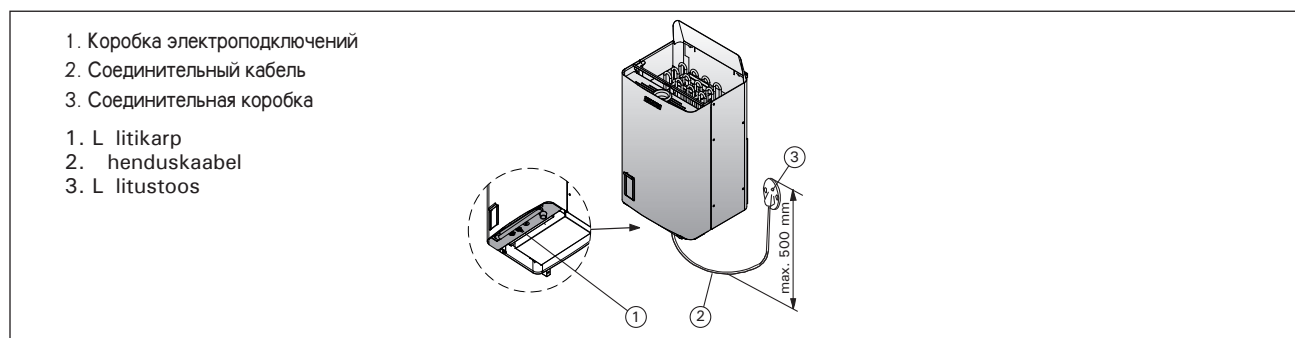

Рисунок 12. Установка каменки
- Каменка гибким проводом подсоединяется к соединительной коробке (рис. 12: 3) на стене сауны. Соединительная коробка должна быть брызгозащищенной и находиться на расстоянии не выше 500 мм от пола.
- В качестве кабеля (рис. 12: 2) следует использовать резиновый кабель типа H07RN-F или подобный. **ВНИМАНИЕ! Использование кабеля с ПВХ-изоляцией запрещено вследствие его разрушения под воздействием тепла.**